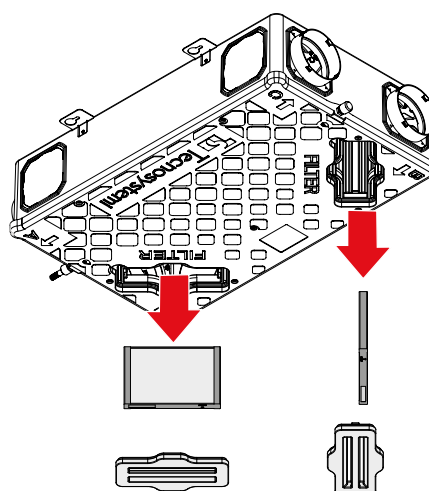

Fig. 2
2. Extraire les filtres (fig. 2).